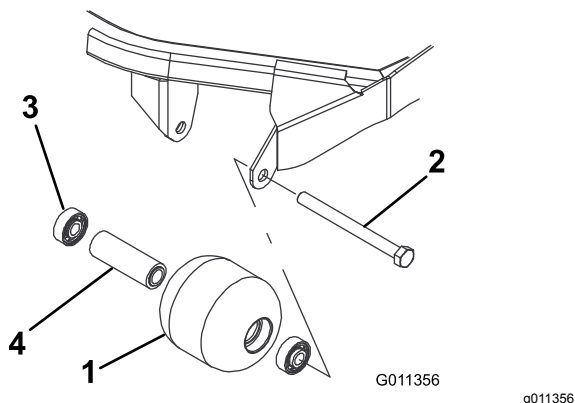

Figura 71
1. Retire o parafuso de montagem do rolo (Figura 71).
- Verifique se a estrutura dos rolamentos, os rolamentos e o espaçador de rolamentos estão danificados (Figura 71). Substitua os componentes danificados e volte a montar.
- Introduza o primeiro rolamento na estrutura do rolo (Figura 71). Empurre só a calha externa ou, então, exerça o mesmo tipo de pressão nas calhas interna e externa.
- Coloque o espaçador (Figura 71)
- Introduza o segundo rolamento na estrutura do rolo (Figura 71) exercendo o mesmo tipo de pressão nas calhas interna e externa até a calha interna entrar em contacto com o espaçador.